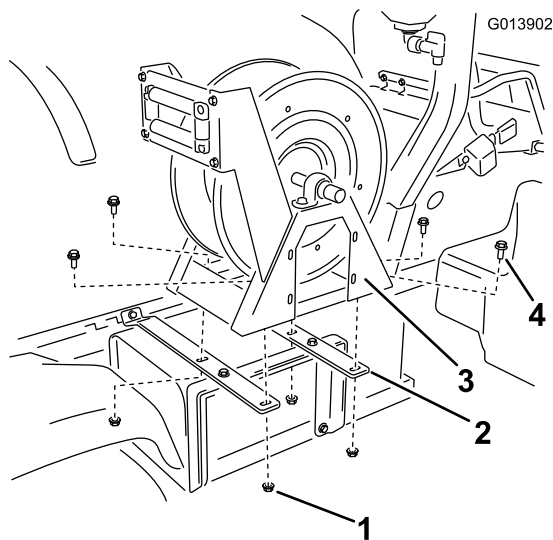

图10
5. 用 4 个凸缘头螺栓 (3/8 x 1 英寸) 和 4 个凸缘螺母 (3/8 英寸) 将软管卷总成安装到软管卷箍带 (图10) 上。